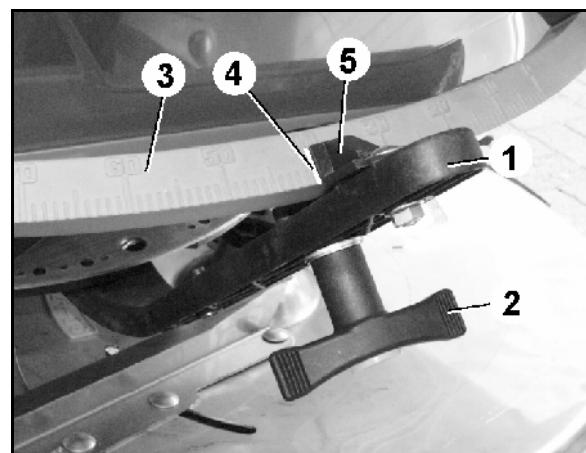

Fig. 64
Mengdeinnstillingen skjer da ifølge spredetabellen ved hjelp av stillespaken (Fig. 64/1).
2. Løsne vingeskruen (Fig. 64/2).
3. Finn den nødvendige spjeldstillingen på skalaen (Fig. 64/3).
4. Still avlesingskanten (Fig. 64/4) til stillespakviseren (Fig. 64/5) på skalaverdien.
6. Stram vingeskruen (Fig. 64/2).